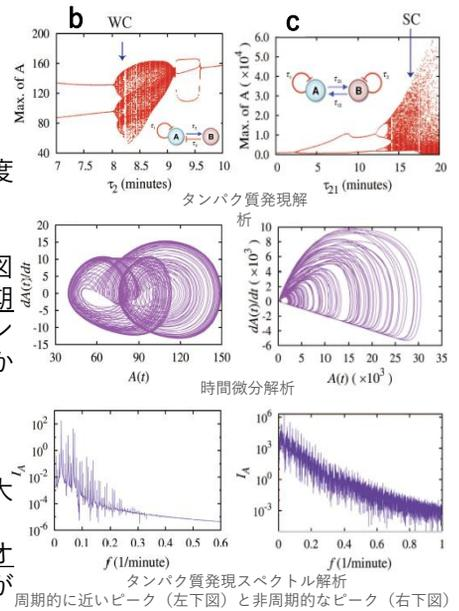

図3 弱カオスの挙動 (左) と強カオスの挙動 (右)
- 遺伝子ペアaの遺伝子Aに自己転写抑制ループを追加 (b. 図3：左)
- 遺伝子ペアaの二つの遺伝子に自己転写抑制ループを追加 (c. 図3：右)